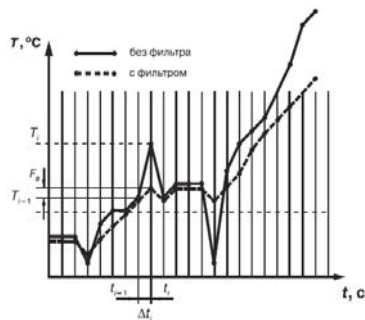

Рисунок 3.3
3.2.4.2 Во-первых, фильтр устраняет сильные единичные помехи (рисунок 3.3).
Если измеренное значение T_i отличается от предыдущего T_{i-1} на величину, большую, чем значение параметра F_b (заданная «полоса фильтра»), то прибор присваивает ему значение равное $(T_{i-1} + F_b)$ (рисунок 3.3). Таким образом характеристика сглаживается.